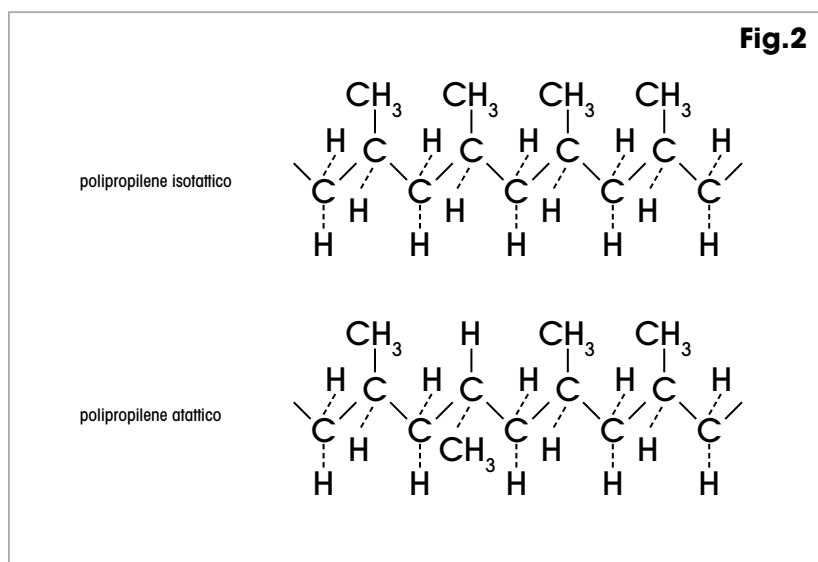

Fig. 2: Struttura del polipropilene isotattico e di quello atattico
Oltre al PP, appartengono a questo gruppo anche il polietilene (PE), il polibutene-1 (PB), ed altri polimeri. Il polipropilene è il primo polimero prodotto industrialmente nel mondo mediante **polimerizzazione stereospecifica**, tecnica che permette la preparazione di moltissimi polimeri con struttura fisica predeterminata. Le due principali tipologie di grande interesse commerciale sono i PP **isotattici** ed **atattici** ( Fig. 2 ). In generale il PP è un materiale termoplastico semicristallino, di colore bianco, traslucido, simile al PEHD però **più resistente e rigido** e con una temperatura di rammollimento più elevata nonostante una **densità inferiore**.